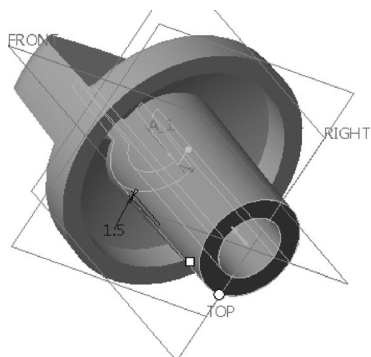

图 12-22 创建拔模特征的动态预览
4) 在“拔模”工具栏中单击 $\square$ (反转拖拉方向)按钮,接着在 $\angle$ (角度 1)组合框中输入拔模角度“1.5”。此时特征的动态预览如图 12-22 所示。